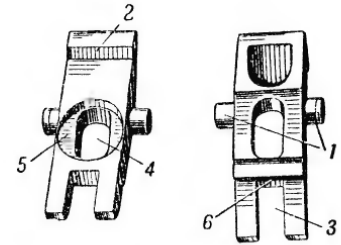

Рис. 34. Коромысло:
**35. Коромысло** (рис. 34) служит для удержания курка на боевом взводе. Оно имеет: цапфы для соединения со спусковой скобой; шептало для постановки курка на боевой взвод; нижний вырез для прохода конца спусковой тяги; овальное отверстие для прохода направляющего стержня боевой пружины; гнездо для упора конца боевой пружины и поперечный уступ для выступа спусковой тяги.